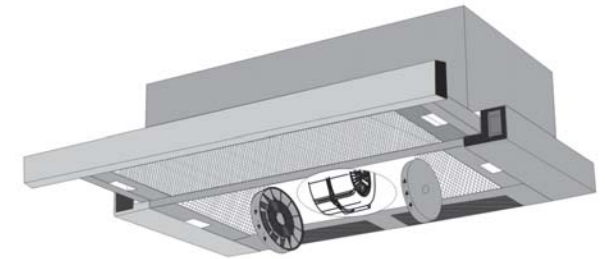

РИС. 7
Угольные фильтры устанавливаются на защитные решетки корпуса вентилятора путем легкого нажатия и поворота их по часовой стрелке (рис. 7). Фильтрация воздуха осуществляется с помощью двух угольных фильтров, затем очищенный воздух возвращается в помещение. Очищенный воздух поступает в помещение через переходник или воздуховод.
- установите два угольных фильтра Ф-05 (рис.7) .